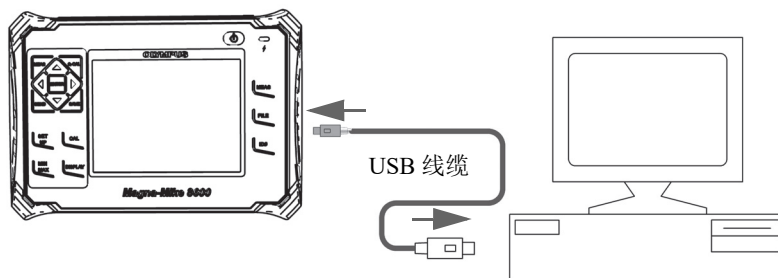

图 8-2 将 Magna-Mike 8600 仪器与计算机连接
7. 将 USB 线缆的一端连接到 Magna-Mike 8600 仪器 I/O 盖中的 USB 从端口上；另一端连接到计算机的 USB 端口上（参见第 137 页的图 8-2）。